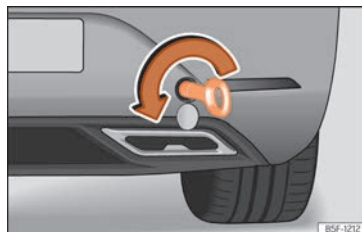

Fig. 54 Du côté droit du pare-chocs arrière : œillet de remorquage vissé
- Vissez l'œillet de remorquage dans le logement en le faisant tourner au maximum **dans le sens inverse des aiguilles d'une montre** »» fig. 54 »» ❶. Utilisez un objet approprié pour visser fermement et entièrement l'œillet de remorquage dans son logement.